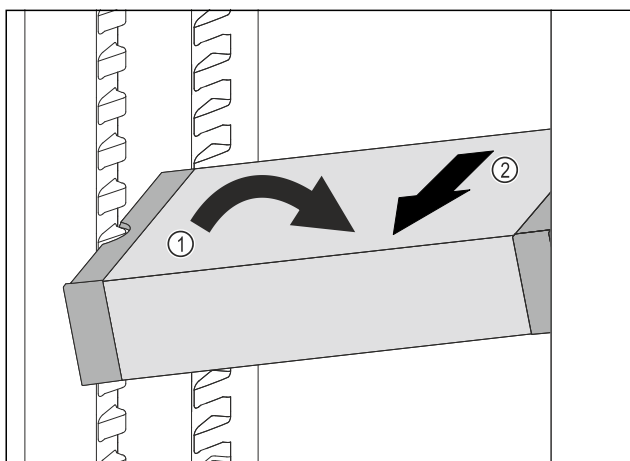

Fig. 105
- Állítsa ferde helyzetbe a VarioSafe-fiókot a hűtőrészben. Fig. 105 (1)
- Előrefelé vegye ki a VarioSafe-fiókot. Fig. 105 (2)